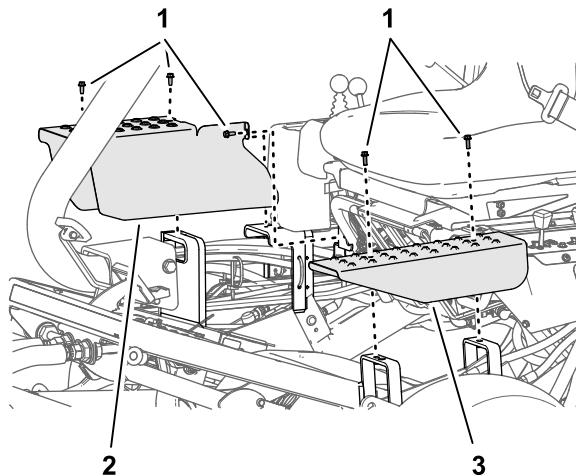

図 52
2. 調整したい昇降シリンダのカバープレートを固定しているボルトを、シャーシのサポートブラケットから取り外す図52。